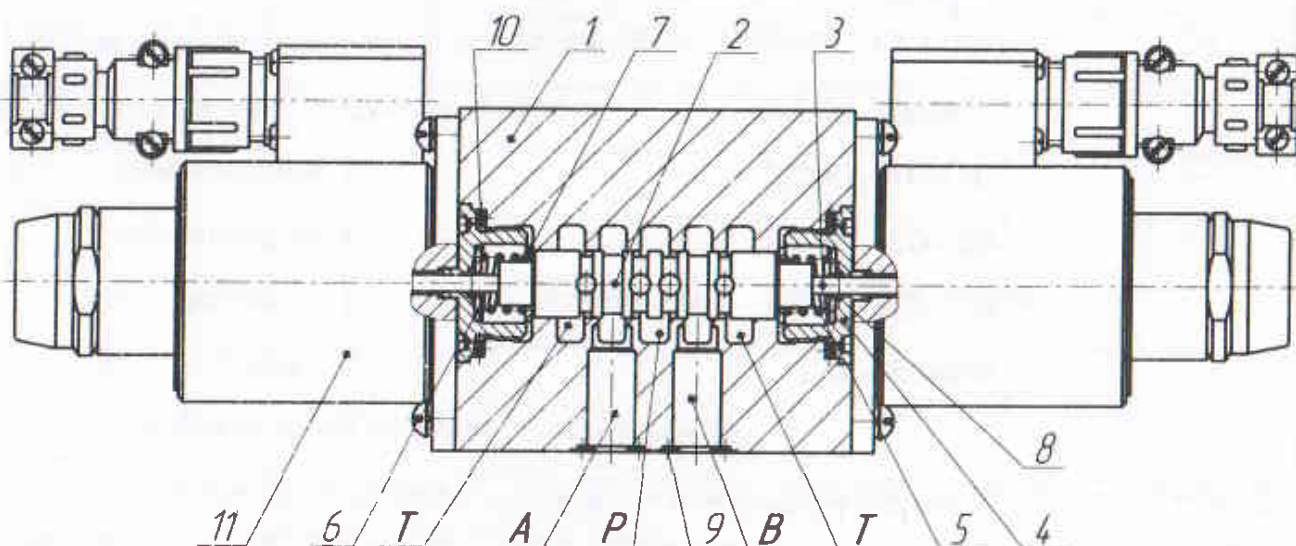

Рисунок 5.1. Конструкция гидрораспределителя
4.2 Гидрораспределитель РЕ 10.3- * (рис. 5.1) обеспечивает подачу, изменение направления и разгрузку гидросистемы и состоит из корпуса (1), золотника (2), толкателей (3). Органом управления является герметичный электромагнит, работающий в воздушной среде. Гидрораспределитель РЕ 10.3-64 * имеет два электромагнита (14). При подаче напряжения на электромагнит происходит перемещение его якоря, который воздействует через толкатели на золотник, перемещая его из исходной позиции в рабочую. После снятия управ-